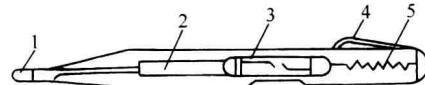

图2-3 低压验电器的结构
(7) 低压验电器 它由触头、碳精电阻、氖泡、弹簧及绝缘笔形外套组成，如图2-3所示。低压验电器使用时必须使触头与带电体接触，同时手握住握柄并触及其金属部分，这样即形成对地的回路，如果有电氖泡发红光，否则不发光。试电笔只能用在低压范围，并且使用前应在配电间低压母线间上进行试验，以免错误。试电笔严禁在高压上使用。